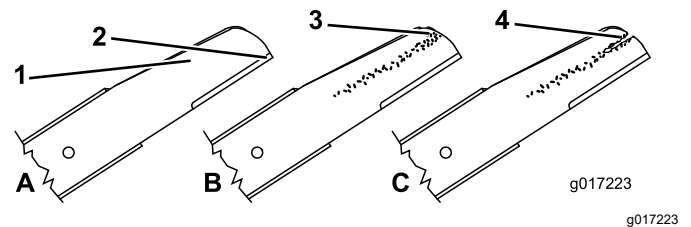

Bild 27
1. Untersuchen Sie die Schnittkanten (**Bild 27**). Bauen Sie die Schnitmesser aus und schärfen oder tauschen sie aus, wenn die Kanten nicht scharf sind oder Kerben aufweisen.
2. Prüfen Sie die Schnitmesser, insbesondere den gebogenen Bereich (**Bild 27**). Wenn Sie Schäden, Verschleiß oder Rillenbildung in diesem Bereich feststellen, sollten Sie sofort ein neues Schnitmesser einbauen.